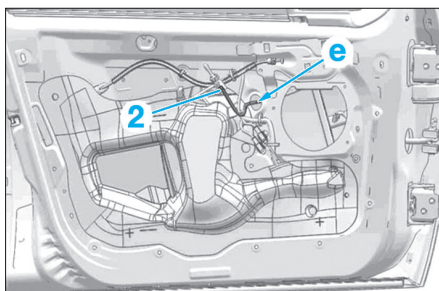

Fig. 83
- Décliper le cache (3) situé sous le rétroviseur (Fig.83).